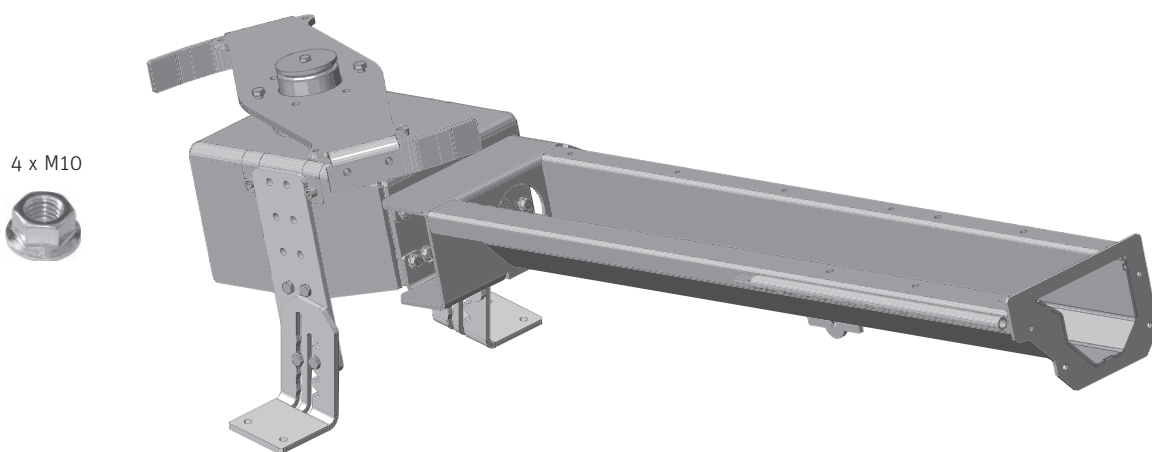
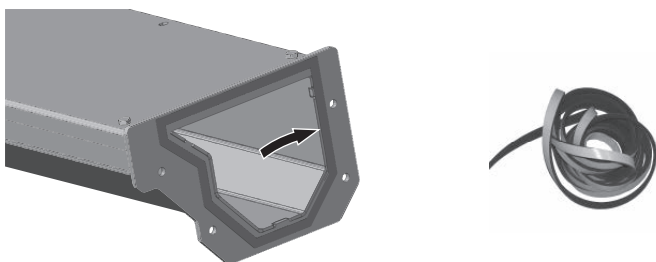
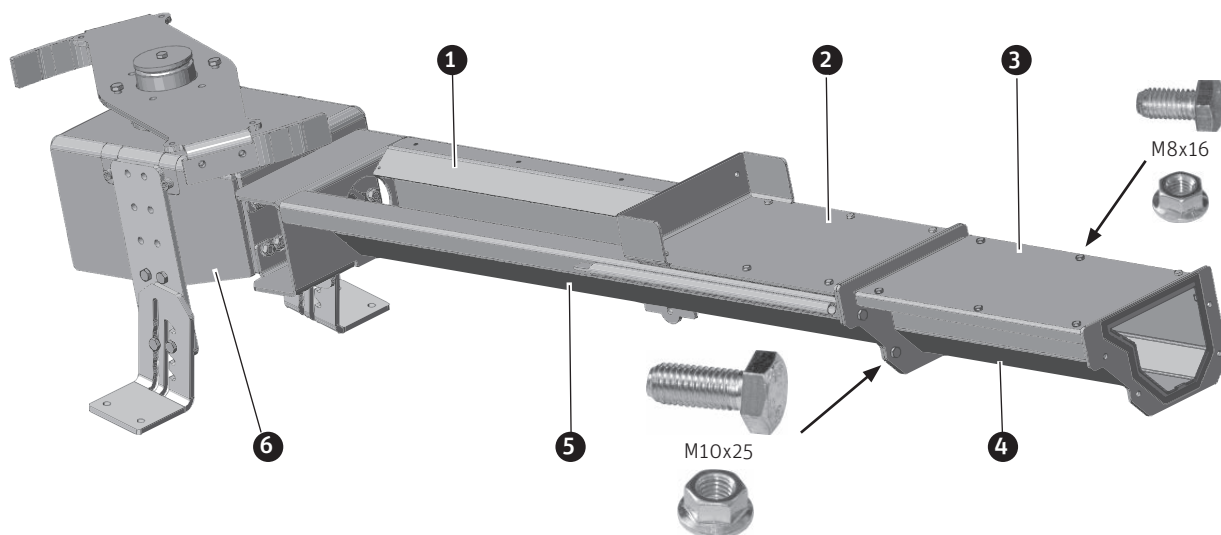

Fig. 127 Montare le prolunghe del pozzetto di prelievo
Fig. 128 Nastro isolante
Fig. 132 Pozzetto di prelievo con piastra di rinforzo, mascherina del bocchettone e coperture per le prolunghe del pozzetto di prelievo
- Avvitare le prolunghe del pozzetto di prelievo di lunghezze diverse (struttura modulare) e montarle sull'agitatore ciascuna con 4 dadi flangiati M10 – Fig. 127. A tal scopo sigillare tutti i moduli, che si trovano all'esterno del magazzino, con del nastro isolante (per evitare la formazione di polvere) – Fig. 128. Montare le coperture all'esterno del magazzino sul pozzetto di prelievo con viti a testa esagonale M8x16 e dadi flangiati M8 – Fig. 132.